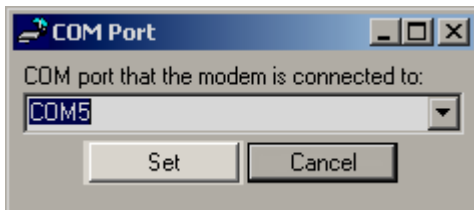

Figure 18. COM Port – COM5 - Set
- (d) Select the Set command button (see Figure 18).